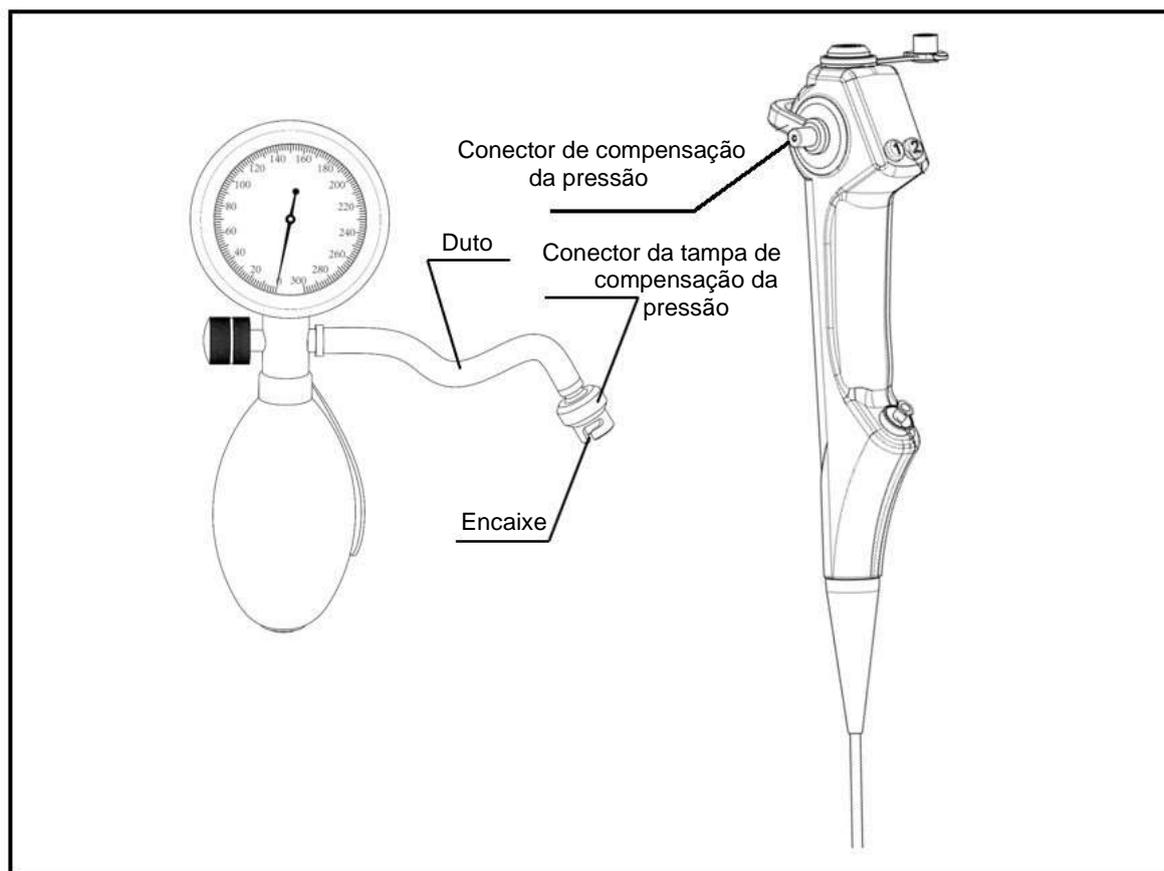

Fig. 7.8
- Somente o duto do verificador de vazamento e a tampa de compensação da pressão podem ser submersos (conforme mostrado na Fig. 7.8). A submersão de outros componentes do verificador de vazamento pode danificá-los.
do endoscópio. Pressione o conector da tampa de compensação da pressão do verificador de vazamento e gire-o 90° no sentido horário (conforme mostrado na Fig. 7.8).